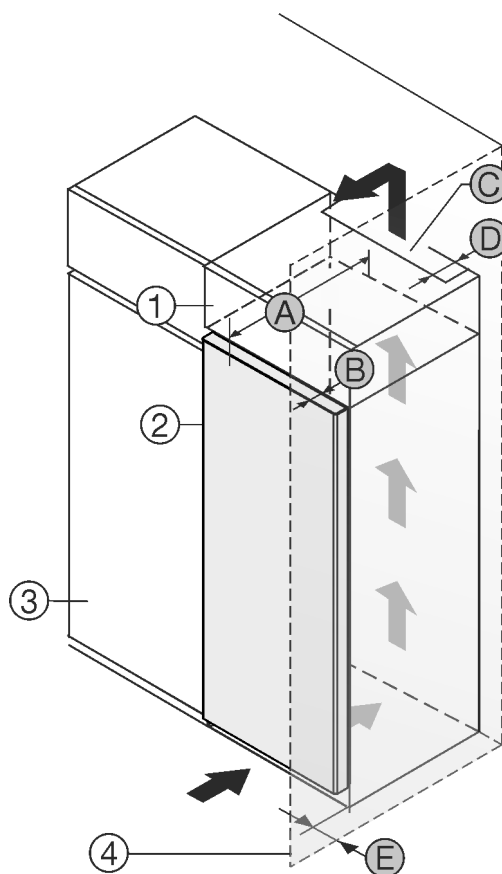

Fig. 1
- (1) Шафа для встановлення на пристрої *
- (2) Пристрій *
- (3) Кухонна шафа *
- (4) Стінка *
- (A) Глибина пристрою *
- (B) Глибина дверей *
- (C) Вентиляційний зазор *
- (D) Відстань задня сторона пристрою *
- (E) Відстань до сторони пристрою *
Ви можете встановити пристрій безпосередньо поряд із кухонною шафою Fig. 1 (3)*.
Зі зворотного боку шафи для встановлення на пристрій слід передбачити вентиляційну шафу завглибшки Fig. 1 (D) на всю ширину цієї шафи.*
Слід дотримуватись вентиляційного отвору Fig. 1 (C) в стелі приміщення.*
Якщо пристрій із шарнірами встановлюється поряд зі стіною Fig. 1 (4), відстань між пристроєм і стіною повинна бути не менше 13 мм .*
Щоб мати можливість повністю відкривати дверцята, потрібно, щоб пристрій виступав на відстань глибини дверцят Fig. 1 (B) відносно передньої панелі кухонної шафи. Залежно від глибини кухонних шаф Fig. 1 (3) та використання пристінних розпірок пристрій може ще більше виступати вперед.*